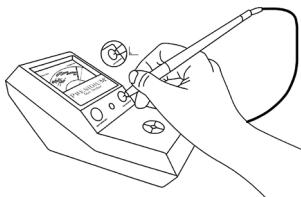

Fig. 1.5
- Pulse la sonda tipo bolígrafo sobre el disco de prueba de diamante ubicado a la derecha de la lámpara indicadora (**Fig. 1.5**). Aplique suficiente presión para retraer la punta sobre saliente completamente dentro de la sonda tipo bolígrafo. Una vez finalizado, la aguja debería elevarse y llegar a su punto más alto dentro de la banda verde de la pantalla del medidor en dos o tres segundos.